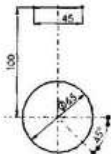

图 2-20 绘制圆和直线
(3) 单击草图工具栏中的 (直线) 工具和 (圆) 工具以上述完成的中心线为参考绘制出如图 2-20 所示的形体 (将绘制的圆取名为圆 1), 并单击 (智能尺寸) 工具对直线与圆 1 进行尺寸定义。除此之外, 选择直线的两个端点和垂直中心线, 为它们建立“对称”几何关系。